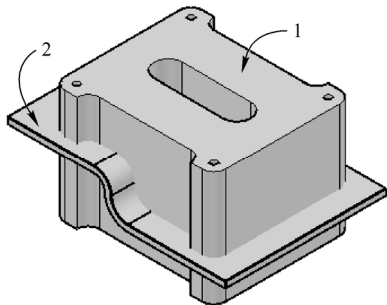

图 10-6 要进行交集运算的两个实体模型
1) 打开本书配套光盘中的“交集运算.dwg”文件。该文件中存在着两个独立的实体模型，如图 10-6 所示（以“东南等轴测”三维导航和“灰度”视觉样式显示）。